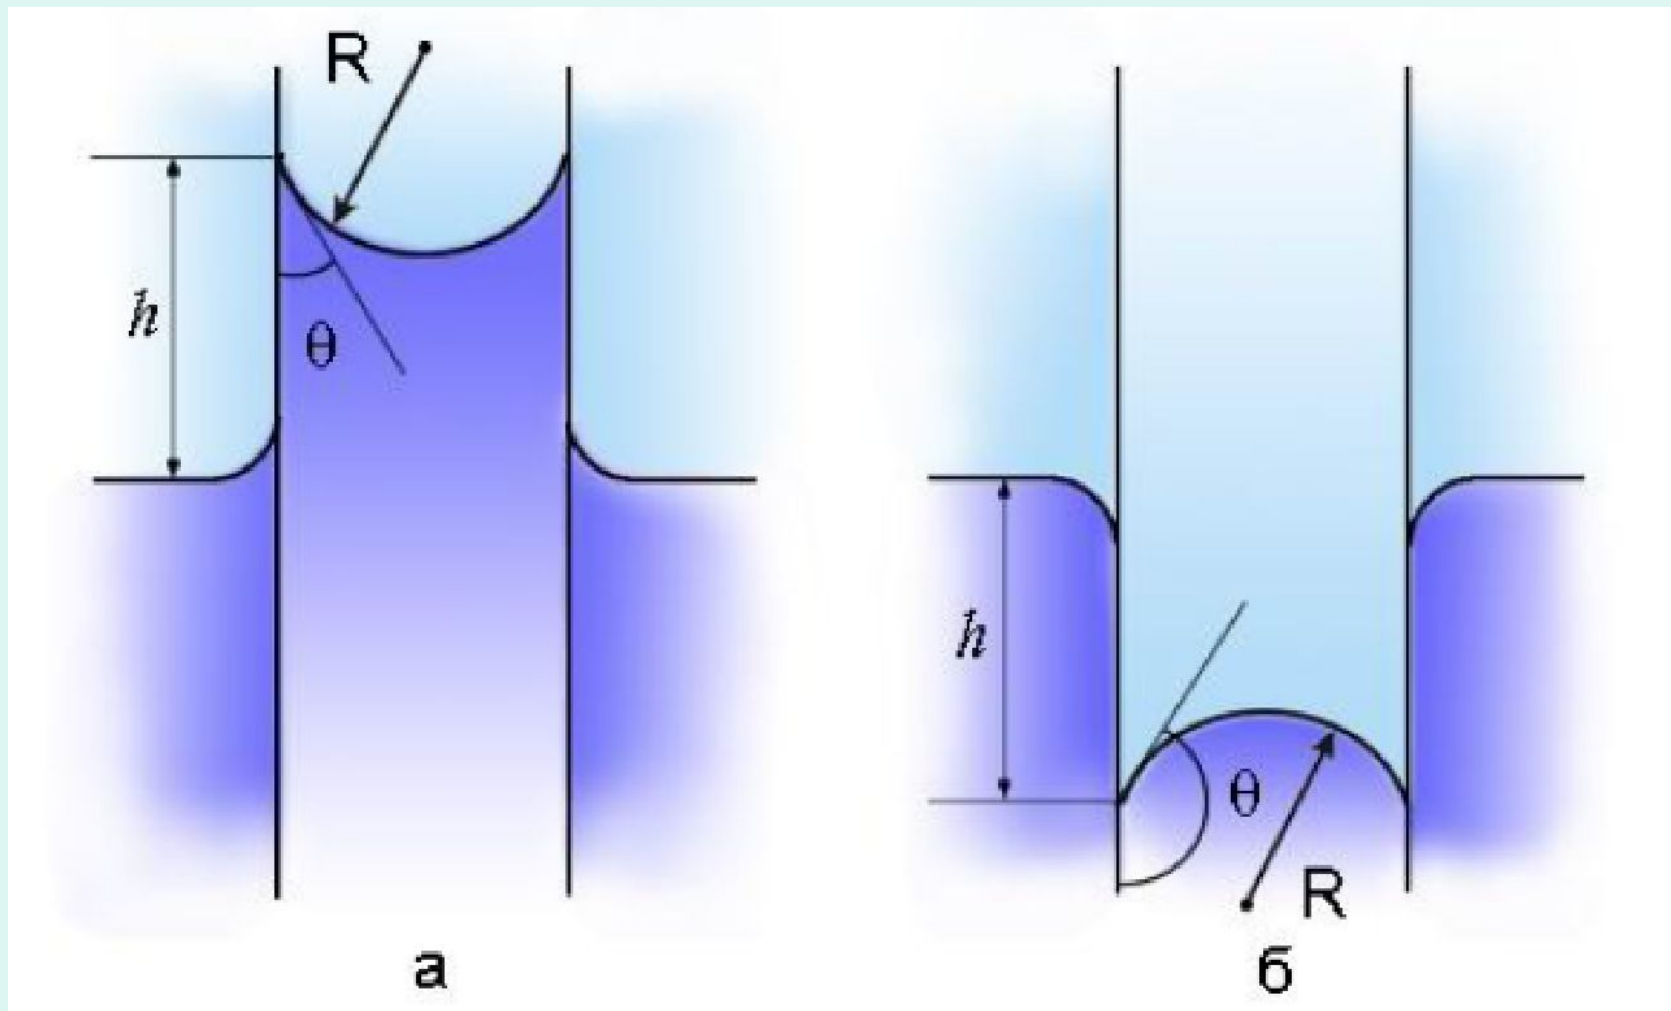

Рис. 9. Капилляр в смачивающей (а) и не смачивающей (б) жидкостях
- Следовательно, лапласово давление вызовет подъем жидкости в капилляре на такую высоту  $h$  (рис.9), пока гидростатическое давление столба жидкости не уравновесит лапласово давление: (10)
- Уравнение (11) называется формулой Жюрена. Если жидкость несмачивает стенки капилляра, мениск выпуклый,  $\cos \theta < 0$ , то жидкость в этом случае опускается ниже уровня жидкости в сосуде на такую же глубину  $h$  согласно формуле (11) (рис.9).